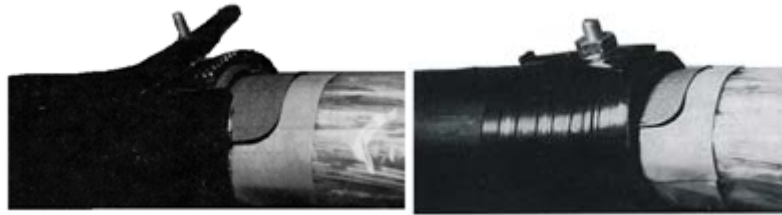

Abbildung 10: Mantelklemme montieren
- Die Mantelklemme ist zu montieren (*Abbildung 10*)